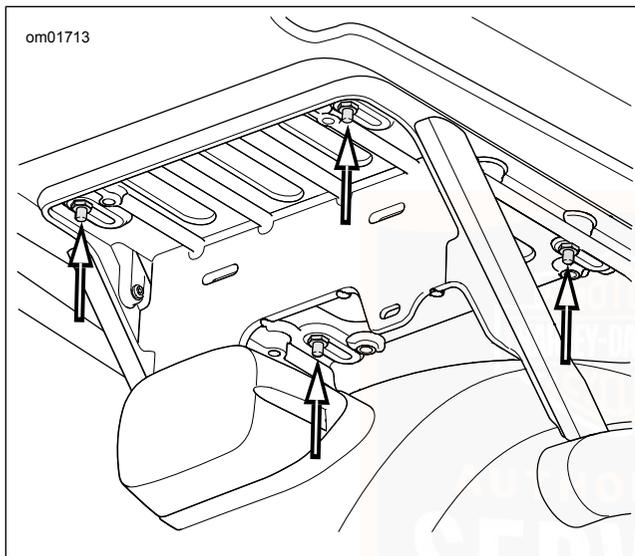

Abbildung 43. Einstellen der Tour-Pak-Position
1. Siehe Abbildung 43. Die vier Muttern lösen, mit denen der Tour-Pak am Träger befestigt ist.